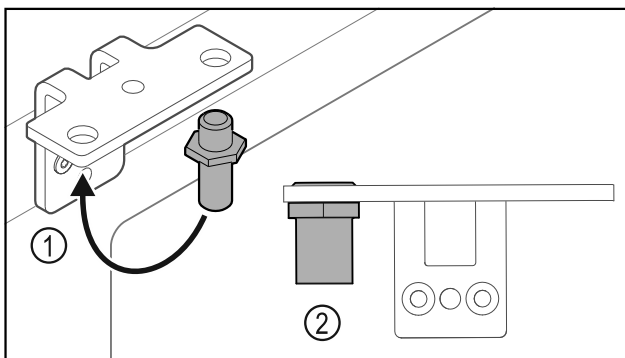

Fig. 34
- ▶ Perkelkite kaištį Fig. 34 (1) šarnyriniame kampuotyje.
- ▶ Priveržkite kaištį Fig. 34 (2) **12 Nm** sukimo momentu.